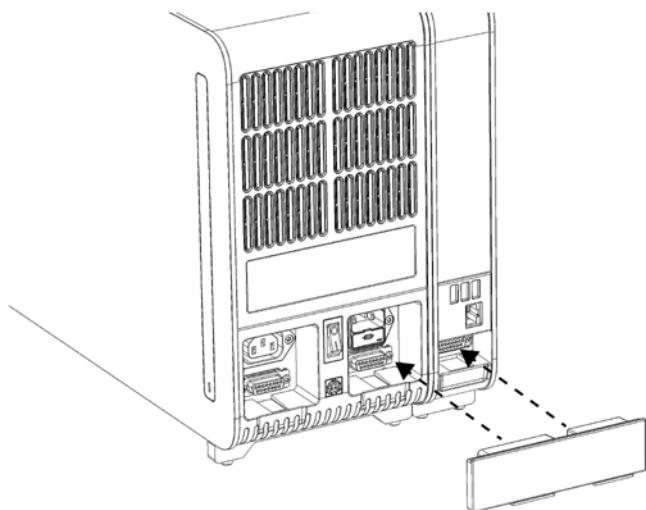

Figura 8. Conectarea punții modul analitic/operațional.
- Conectaţi puntea modul analitic/operaţional din spatele QIAstat-Dx Analyzer 1.0 pentru interconectarea modulului operaţional cu cel analitic (Figura 8).